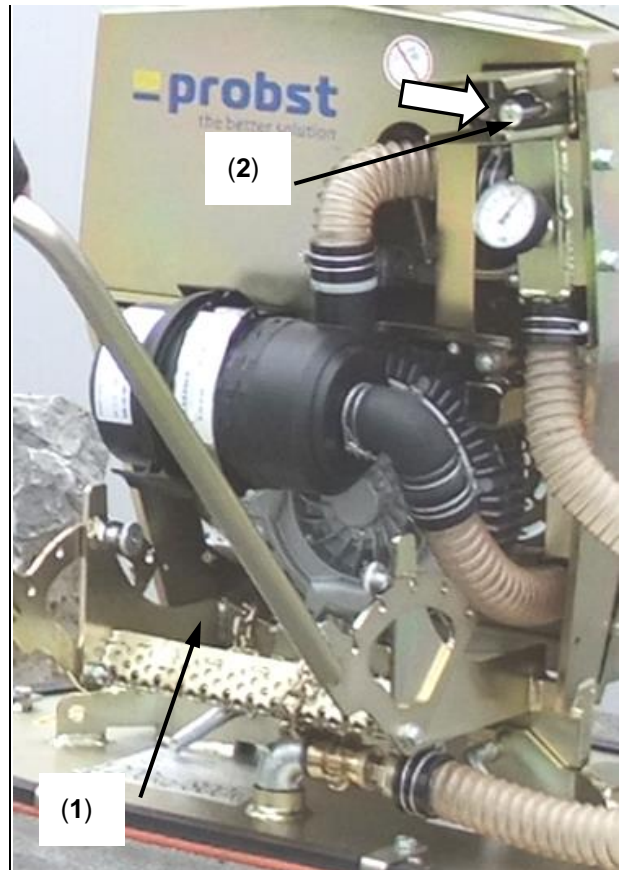

Abb. 1
- Lastsicherungskette wieder in Kettenkasten (1) legen
- Zum Ablösen der Last (Steinplatte), entweder den Entriegelungsknopf (2) von Hand betätigen. (→ Abb. 1), oder durch Bewegen des Joysticks am Trägergerät (in Nullstellung → Vakuumgebläse wird ausgeschaltet).